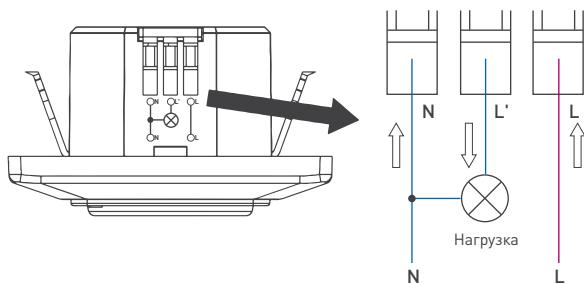

Рис. 3. Элементы управления датчика движения
3.4. Произведите настройку датчика, Рис. 3.